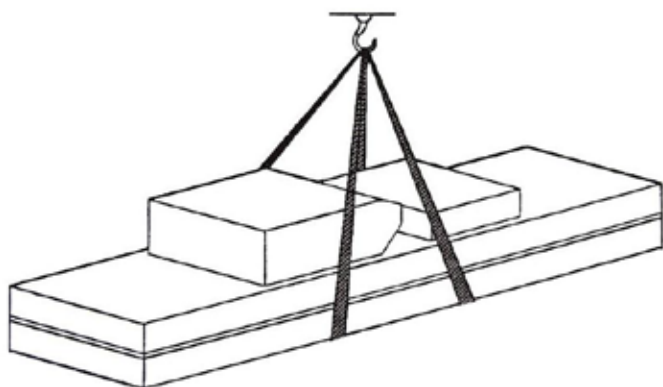

Figure 2 Matériel en suspension
**Pendant le chargement et le déchargement, le matériel doit être manipulé comme illustré en figure 2.**